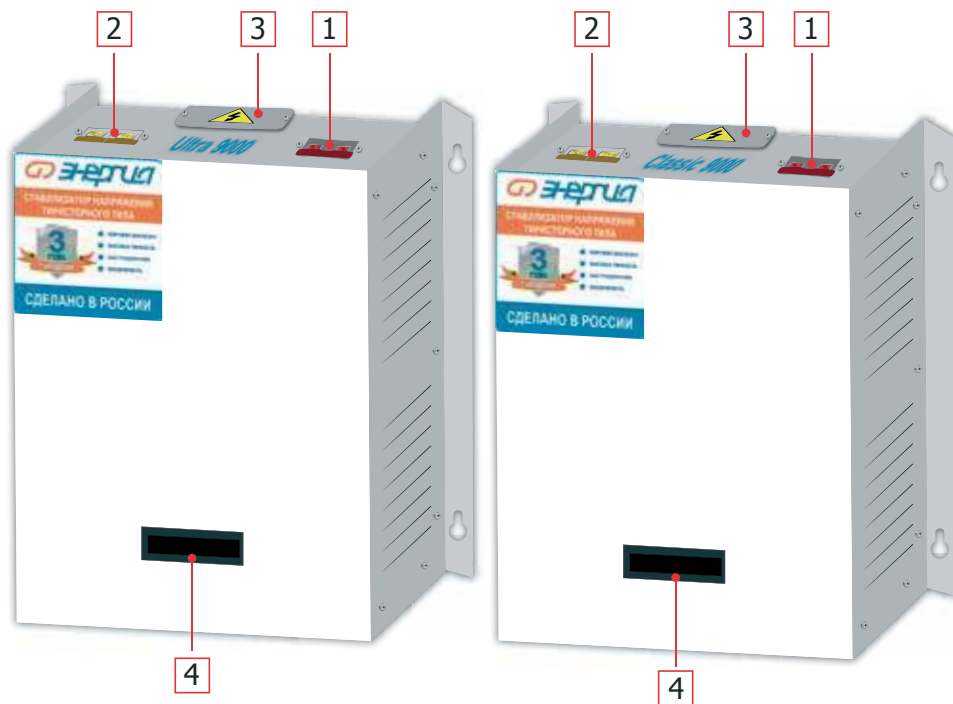

Рис. 2
1. переключатель режима работы (поз.2 рис.2) переведите в положение «Стабилизация»;
2. выключатель (поз.1 рис.2) стабилизатора в режим «Вкл.».